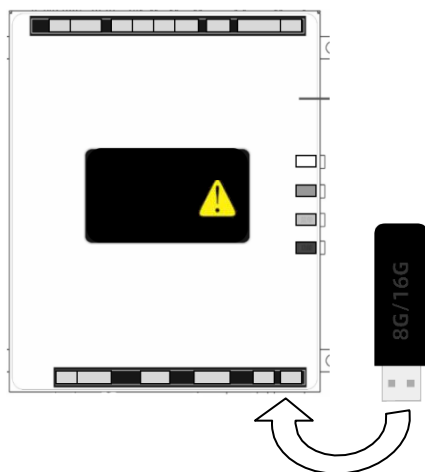

Figura 8.1 Caricamento del software di controllo
1. Individuare la presa per la chiavetta USB (vedere la Figura 8.1).